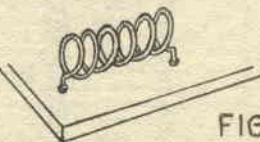

FIG. 2
3) Le bobine debbono essere avvolte in aria e fissate saldamente con liste di materiale ad elevate caratteristiche isolanti. E' quindi da escludere il legno (fig. 2).